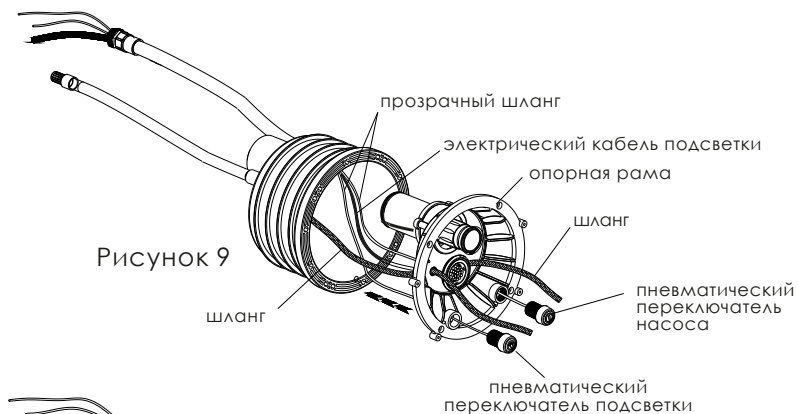

Рисунок 9
1) Сначала пропустите через соединительный трубопровод прозрачный воздушный шланг $\varnothing 5$ и кабель светодиодной подсветки, затем соедините два воздушных шланга с выключателем насоса и пневматическим переключателем подсветки бассейна. (Рисунок 9)